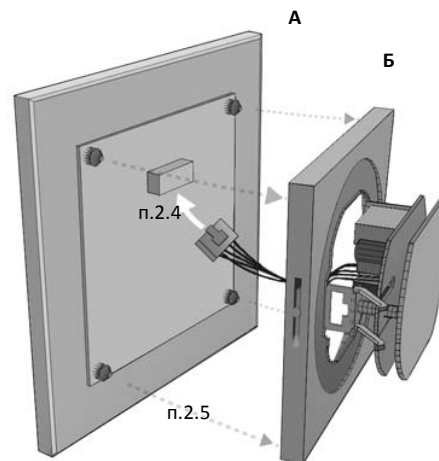

Рис. 1 Состав (А, Б) и порядок сборки (п. 2.4 и п.2.5) Q600 iDX.
2.7 Сориентируйте и сомкните ответные части разъема шлейфа - блока светорегулятора и сенсорной панели (рисунок 1).
2.8 Сориентируйте сенсорную панель и присоедините к блоку светорегулятора, обеспечивая ее равномерный прижим до защелкивания в замках (см. рисунок 1).